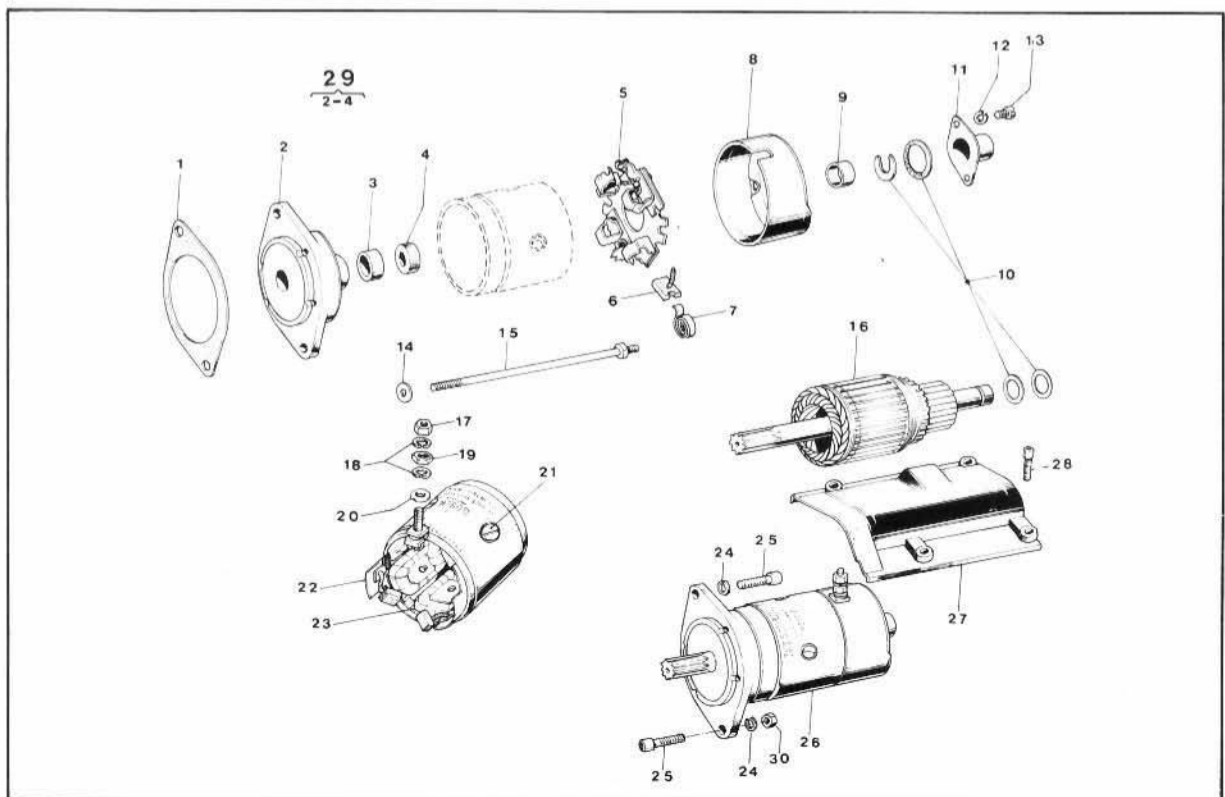

Fig. 175
### Smontaggio del motorino nei suoi componenti (Fig. 175)
### Starter motor disassembly (Fig. 175)
- 4) Verificare lo stato del paraolio (4 - Fig. 175); se in cattive condizioni, sostituirlo.
- 4) Check the oil seal (4 - Fig. 175). If it is in bad conditions, discard it and fit a new one.